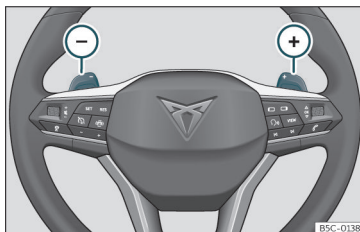

Fig. 157 Volante: leve per il cambio automatico.
- Premere la leva a bilanciere del cambio  per inserire una marcia superiore >>> fig. 157.